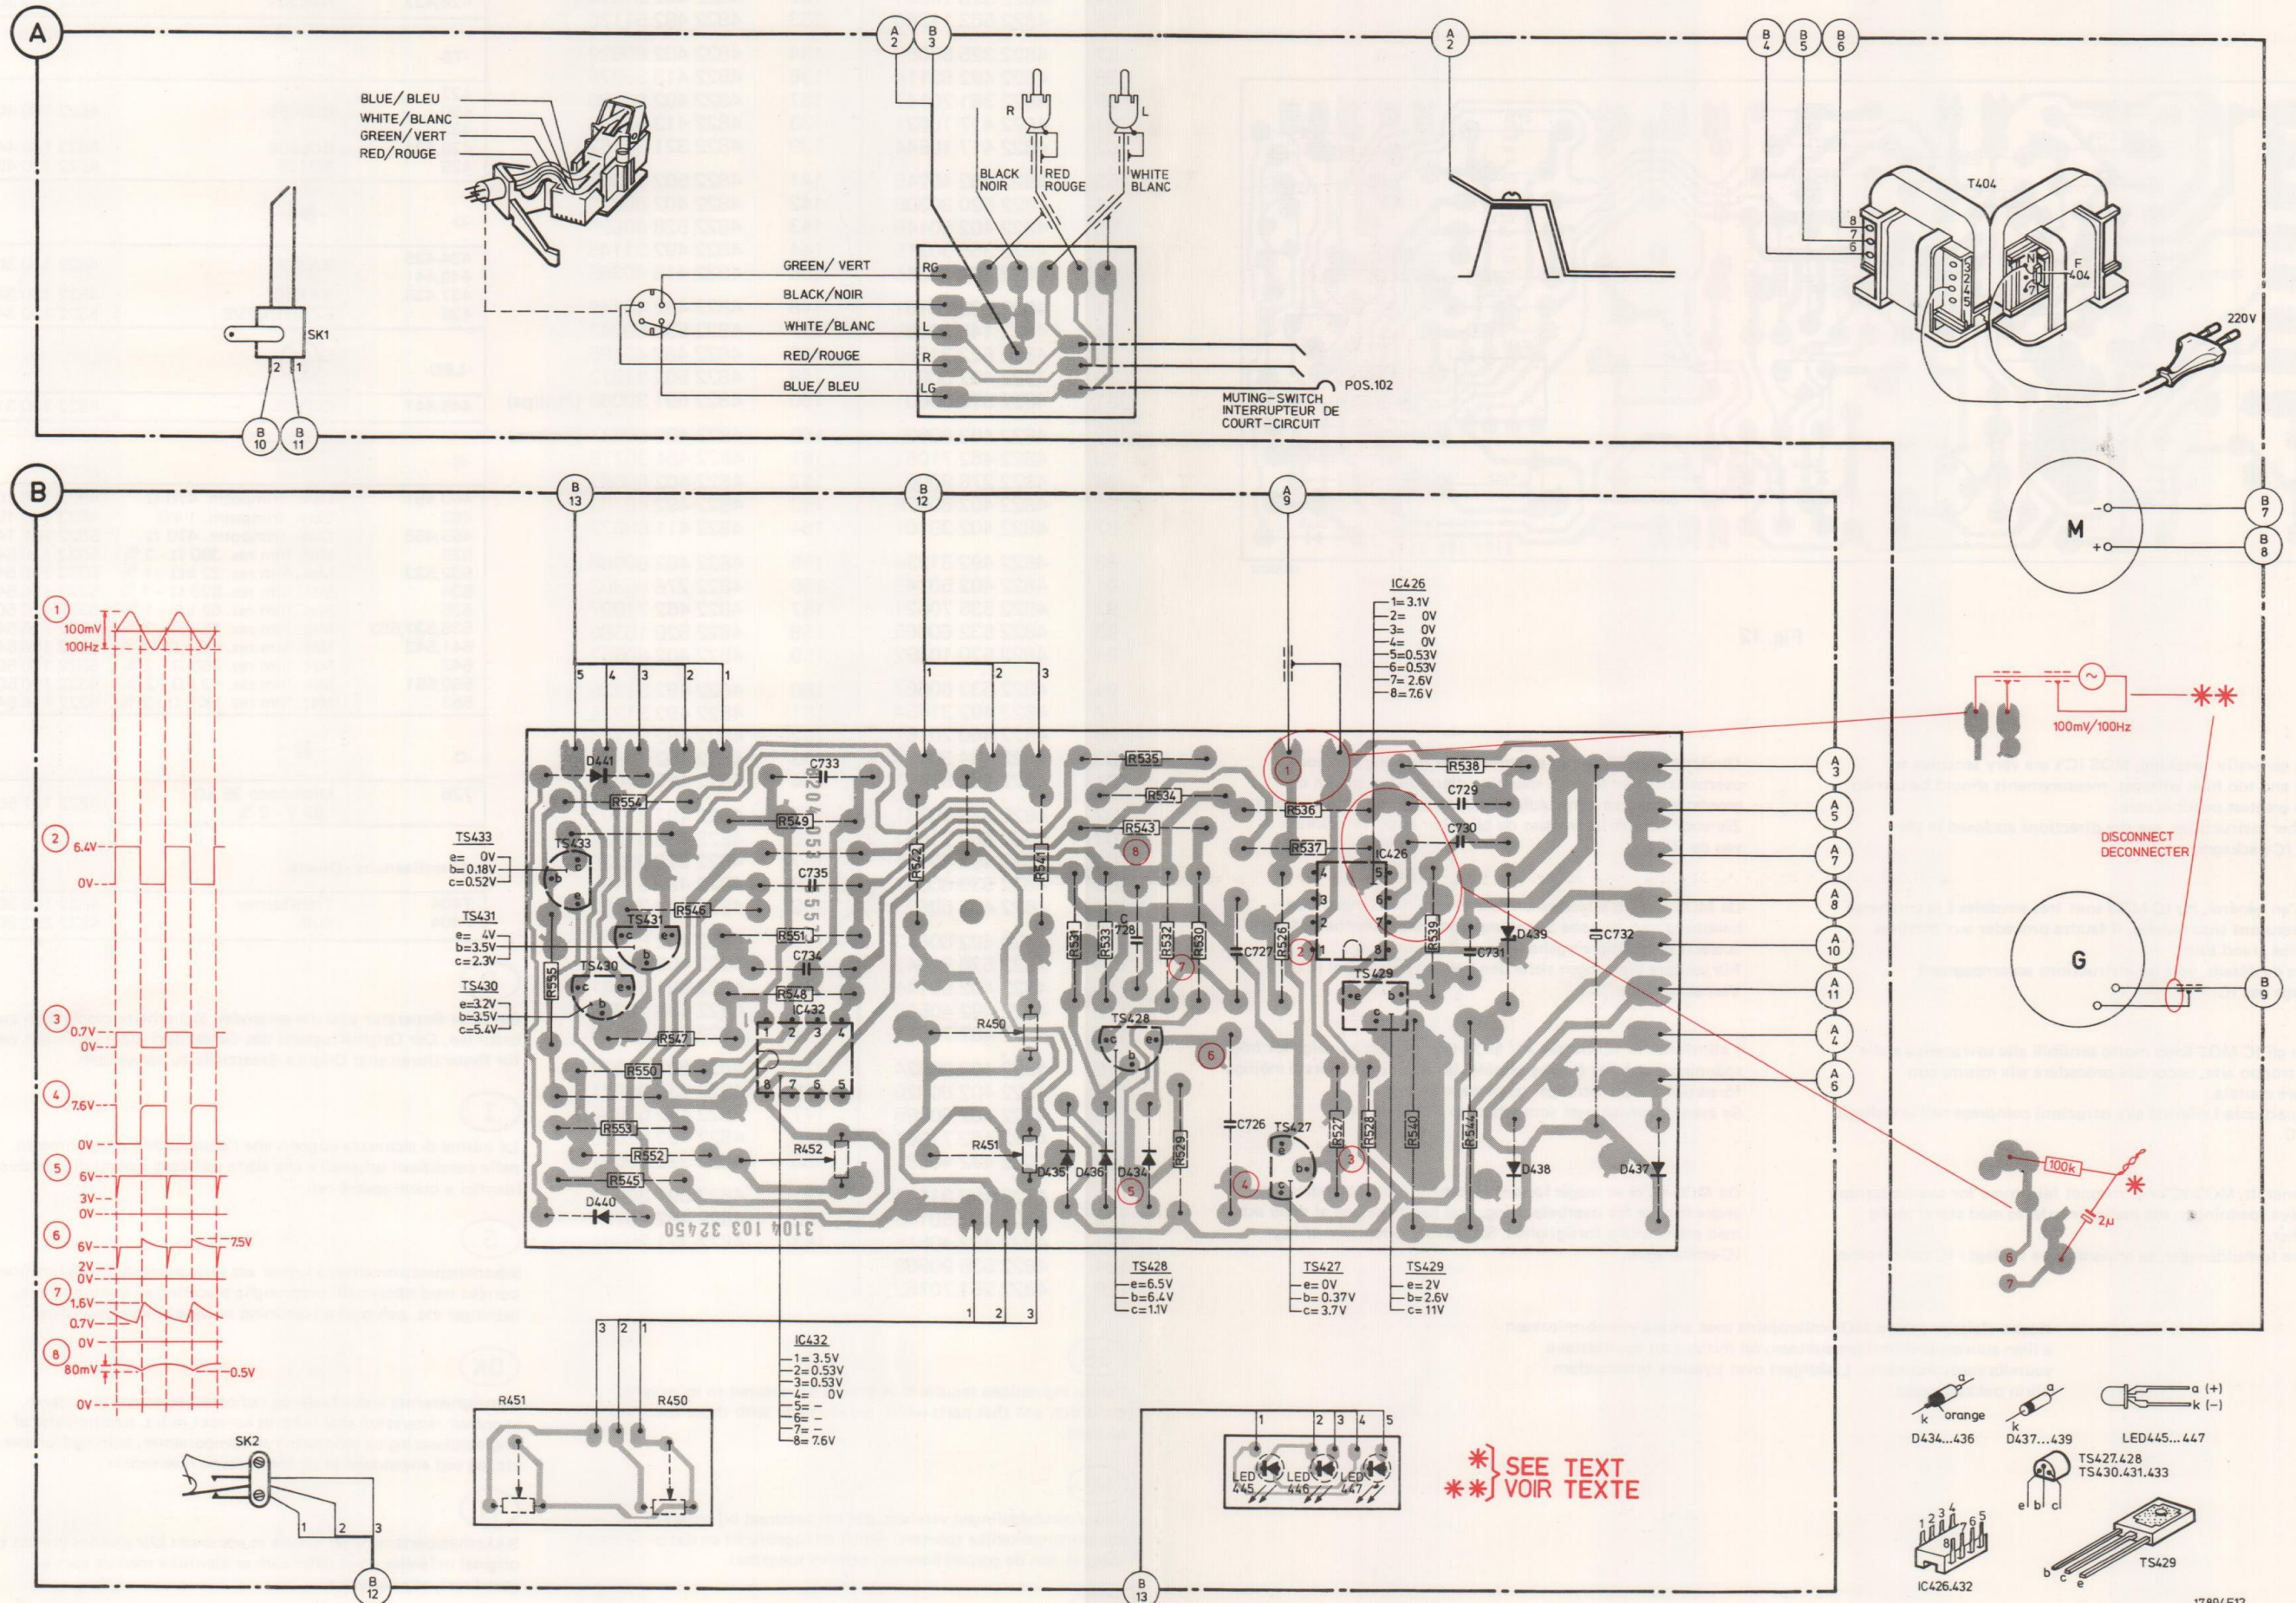

Fig. 11
1. At 33 1/3 and 45 r.p.m., the apparatus should have the correct speed. Adjust by setting R455 and R456 to central position and, with R450 and R451, adjust to the correct speed. Check with stroboscope disc or test record 4822 397 30019. 2. Adjusting the led-bar a. Adjust in accordance with point 1 b. Measure the supply voltage + 2 with a digital voltmeter. c. Adjust R452 so that the voltage at point 1 of IC432 is exactly half as high as the supply voltage + 2. Note: The set must be normally operated with turntable laid on when this adjustment is carried out. The speed must be 33 1/3 rev./min.	* Mechanical section To check the mechanical performance of the record player without turntable, 2 μF capacitor and a 100 kΩ resistor have to be added in series on the print side. See wiring diagram Fig. 11. Note: For measurements to the direct control section, these parts must be removed again. ** Direct control For measurements to the direct control section, the turntable generator must be disconnected. Remark: Look out for short-circuit. On the print side of this connection an external voltage of 100 mV - 100 Hz (audio generator) must be connected. See wiring diagram, Fig. 11 All oscilloscope figures shown in the direct control section have been measured with the set in 33 r.p.m. position. *** To check the functioning of IC426b, the DC-voltage at pt. 7 of IC426b has to be measured. It must be 0 V at a generator frequency of 100 Hz - 100 mV and with the set in the 33 r.p.m. position. When now the generator frequency is slowly reduced, the voltage will rise. At approx. 80 Hz it must be approx. 6.4 V.
1. Het apparaat moet bij 33 1/3 en 45 omw/min. de juiste snelheid hebben. Instellen door R455 en R456 in de middenstand te plaatsen en vervolgens met R450 en R451 op het juiste toerental te regelen. Controleer met stroboscoop schijf of testplaat: 4822 397 30019. 2. Afregeling LED bar. a. Voer afregeling als beschreven onder punt 1 uit. b. Meet nu met behulp van een digitale voltmeter de voedingsspanning + 2. c. Stel nu R452 zo in, dat de spanning op punt 1 van IC432 precies de helft van de gevonden voedingsspanning + 2 bedraagt. Note: Apparaat moet bij deze afregeling met draaitafel in de normaal werkende stand staan en 33 1/3 omw/min draaien.	* Mechanisch gedeelte Om zonder draaitafel de mechanische werking van de platenspeler te kontroleren, moet op de printzijde een condensator van 2 μF en een weerstand van 100 kΩ in serie toegevoegd worden, zie bedradingsschema Fig. 11. Note: Tijdens metingen aan het "Direct Control" gedeelte moeten deze C en R verwijderd worden. ** Direct Control Tijdens metingen aan het "Direct Control" gedeelte moet de aansluiting van de draaitafel generator los gekoppeld worden. Opm.: Pas op voor sluiting. Op de printzijde van deze aansluiting moet een externe spanning van 100 mV - 100 Hz (toongenerator) aangesloten worden, zie bedradingsschema Fig. 11. Alle in het "Direct Control" gedeelte voorkomende oscilloscoop figuren zijn gemeten met het app. in stand 33 omw/min. *** Om verder de werking van IC426b te kontroleren moet men de gelijkspanning op punt 7 van IC426b meten. Deze moet 0 V zijn bij een generatorfreq. van 100 Hz-100 mV en app. in stand 33 omw/min. Als men nu de generatorfreq. langzaam verlaagd, ziet men de spanning stijgen. Deze spanning moet bij $\pm$ 80 Hz ongeveer 6,4 bedragen.
1. A 33 1/3 et à 45 tours/min, la vitesse doit être absolument exacte. Régler par R455 et R456 en position médaine en réglant par la suite sur le nombre exact de tours par R450 et R451. Vérifier avec disque stroboscopique ou un disque d'essai 4822 397 30019. 2. Ajustage de la réglette à diodes électroluminescentes (DEL) a. Procéder à l'ajustage comme indiqué au point 1. b. Avec un voltmètre digital mesurer la tension d'alimentation + 2. c. Régler R452 pour que la tension sur le point 1 de I, IC432 soit d'exactement la moitié de la tension + 2 mesurée Note: L'appareil doit être en position normale, le plateau tournant posé et doit tourner 33 1/3 t/min.	* Section mécanique Afin de pouvoir vérifier le fonctionnement du point de vue mécanique sans plateau tournant, il suffira d'ajouter côté cuivre un condensateur de 2 μF et une résistance de 100 kΩ en série. Voir schéma de câblage Fig. 11. Note: Au cours des mesures à la section "commande directe" (Direct Control) cette résistance et ce condensateur devront être supprimés. ** Commande Directe Lors de mesures à cette section, découpler la connexion du générateur du plateau tournant. Attention au court-circuit ! Côté cuivre de cette connexion, brancher une tension externe de 100 mV - 100 Hz (générateur B.F.). Voir plan de câblage Fig. 11. Toutes les figures d'oscilloscope de la section commande directe ont été relevées avec l'appareil à 33 tours/min. *** Pour ce qui est de la vérification du fonctionnement du IC426b, mesurer la tension continue sur le point 7 de ce circuit intégré. Elle doit être de 0 V à une fréquence de générateur de 100 Hz - 100 mV, l'appareil sur 33 tours/min. Si l'on réduit légèrement la fréquence de générateur, on voit la tension s'élever. Cette tension doit être d'env. 6.4 V à 80 Hz.
1. Das Gerät soll bei 33 1/3 und 45 U/min. die erforderliche Geschwindigkeit haben. Einstellen ist möglich, wenn man R455 und R456 in die Mittelstellung bringt und danach mit R450 und R451 auf die richtige Drehzahl justiert. Kontrollieren mit einer Stroboskopscheibe oder mit Testplatte 4822 397 30019. 2. Abgleich der LED Leiste a. Die Abgleicharbeiten wie unter Punkt 1 beschreiben ausführen. b. Mit einem Digitalvoltmeter die Speisespannung + 2 messen. c. R452 so einstellen, dass die Spannung an Punkt 1 von IC432 genau die Hälfte der Speisespannung + 2 beträgt. Anmerkung: Das Gerät muss bei diesem Abgleich normal betrieben werden mit aufgelegtem Plattenteller und 33 1/3 U/min. drehen.	* Mechanischer Teil Will man ohne Plattenteller die mechanische Wirkungsweise des Plattenspielers prüfen, dann müssen auf der Printseite ein 2-μF-Kondensator und ein 100-kΩ-Widerstand in Serie hinzugefügt werden. Siehe Verdrahtungsplan Abb. 11. Anmerkung: Bevor am "Direct Control"-Teil gemessen wird, sind dieser Kondensator und dieser Widerstand zu entfernen. ** "Direct Control" Wenn am "Direct Control"-Teil gemessen wird, muss der Anschluss des Plattentellergenerators entkoppelt sein. Achtung: Kurzschlussgefahr. Auf der Printseite dieses Anschlusses muss eine externe Spannung von 100 mV - 100 Hz (Tongenerator) zugeführt werden. Siehe Verdrahtungsplan, Abb. 11 Alle im "Direct Control" - Teil vorkommenden Oszilloskopfiguren sind gemessen worden, als das Gerät sich in Stellung 33 U/min. befand. *** Um weiter die Wirkung des IC426b zu kontrollieren, muss man die Gleichspannung an Punkt 7 des IC426b messen. Diese Spannung muss 0 V sein bei einer Generatorfrequenz von 100 Hz - 100 mV, wenn das Gerät sich in Stellung 33 U/min. befindet. Wird die Generatorfrequenz langsam vermindert, so sieht man die Spannung zunehmen. Diese Spannung muss bei ca. 80 Hz ungefähr 6.4 V betragen.
1. Ai 33 1/3 giri/min. e 45 giri/min. la velocità deve essere assolutamente esatta. Regolare prima con R455 e R456 in posizione centrale e dopo regolare il numero esatto dei giri con R450 e R451. Verificare con un disco stroboscopico o un disco di prova 4822 397 30019. 2. Regolazione della baretta a diodi elettroluminescenti (DEL) a. Procedere alla regolazione come indicato al punto 1 b. Per mezzo di un voltmetro digitale, misurare la tensione di alimentazione + 2. c. Regolare R452 in modo che la tensione sul punto 1 dell'IC432 sia esattamente della metà della tensione + 2 misurata prima. N.B. L'apparecchio deve essere in posizione normale, il piatto posto e girare a 33 1/3 giri/min.	* Sezione meccanica In modo di poter verificare il funzionamento meccanico, il piatto essendo tolto, basterà aggiungere in serie sul lato stampato un condensatore de 2 μF e una resistenza di 100 kΩ. Vedere schema di cablaggio Fig. 11. Note: Nel corso di misure alla sezione "comando diretto" (Direct Control), questa resistenza e condensatore dovranno essere tolti. ** Comando diretto Durante misure su questa sezione, disinnestare il collegamento del generatore del piatto. Stare attento al corto-circuito ! Sul lato stampato di questo collegamento, collegare una tensione esterna di 100 mV - 100 Hz (generatore B.F.). Vedere pianta di cablaggio Fig. 11. Tutte le figure d'oscilloscopio della sezione comando diretto sono state misurate con l'apparecchio in posizione 33 giri/min. *** Per quanto concerne il controllo del funzionamento del IC426b, misurare la tensione continua sul punto 7 di questo circuito integrato; deve essere di 0 V per una frequenza di generatore di 100 Hz - 100 mV, l'apparecchio essendo in posizione 33 giri/min. Se si riduce lentamente la frequenza del generatore, ci si vede che la tenzione aumenta. Questa tensione deve essere di circa 6.4 V a 80 Hz.
1. Skivspelaren måste hålla den korrekta hastigheten 33 1/3 och 45 varv/min. Justera enligt följande. Justera R455 och R456 till sina mittläge och justera därefter med R450 och R451. Kontrollera med stroboskopskiva eller testskivan 4822 397 30019. 2. Justering av lysdiodsrampen a. Justera enligt print 1 b. Mät matningsspänningen + 2 med en digital v-meter. c. Justera R452 så att spänningen på IC432:S print 1 är precis hälften så stor som matningsspänningen + 2. Mark: När justeringen genomförs skall skivtallriken vara monterad och apparaten i läge 33 1/3 v/min.	** Mekaniska delen För att kontrollera apparatens mekaniska funktion utan skivtallrik, måste en 2 μF kondensator och ett 100 kΩ motstånd monteras i serie på printsidan. Se kopplingsschemat Fig. 11. Mark: Vid mätning på direktkontrolldelen måste dessa komponenter avlägsnas. ** Direktkontroll Vid mätning på direktkontrolldelen måste skivtallriks-generatorn fränkopplas. Anmarkning: Se upp med kortslutning. På printsidan måste anslutas en yttre spänning på 100 100 mV 100 Hz (audiogenerator). Se kopplingsschemat Fig. 11. Samtliga oscilloskopbilder som visas i direktkontroll-delen har mätts med apparaten i läge 33 v/min. *** För att kontrollera IC426b:s funktion skall likströmsspänningen på dess stift 7 mätas. I 33 v/min-läge och vid generatorfrekvens på 100 Hz-100 mV skall den vara 0 V. När nu generatorfrekvensen minskas gradvis, kommer spänningen att öka. Vid ca 80 Hz skall den vara ca. 6.4 V.